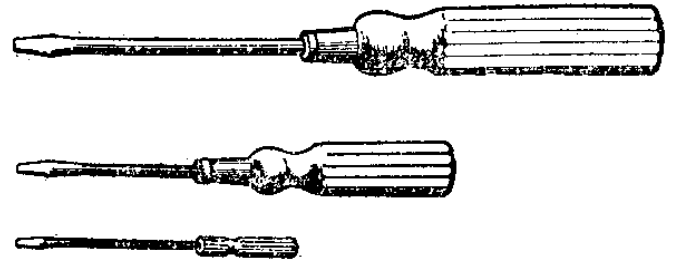

图 2-2
2. 螺絲刀(俗称旋凿):图 2-2 是螺絲刀的实物图,大型和中型的螺絲刀用来擰动較大的螺絲,小型的螺絲刀用来擰动小螺絲或調节各种調节部分的螺絲。螺絲刀只能用来擰螺絲,不能当凿子用,不能用錘子敲,头子敲坏以后就不能用来擰螺絲了。